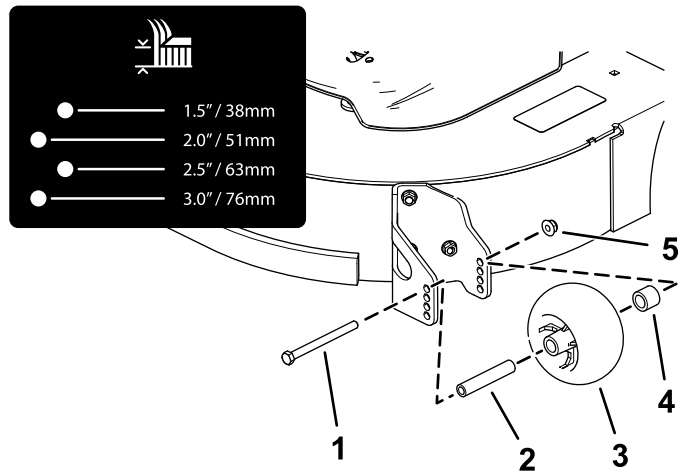

**Figura 27**
4. Ajuste los rodillos protectores del césped, tal y como se muestra en la Figura 26, la Figura 27 y la Figura 28.